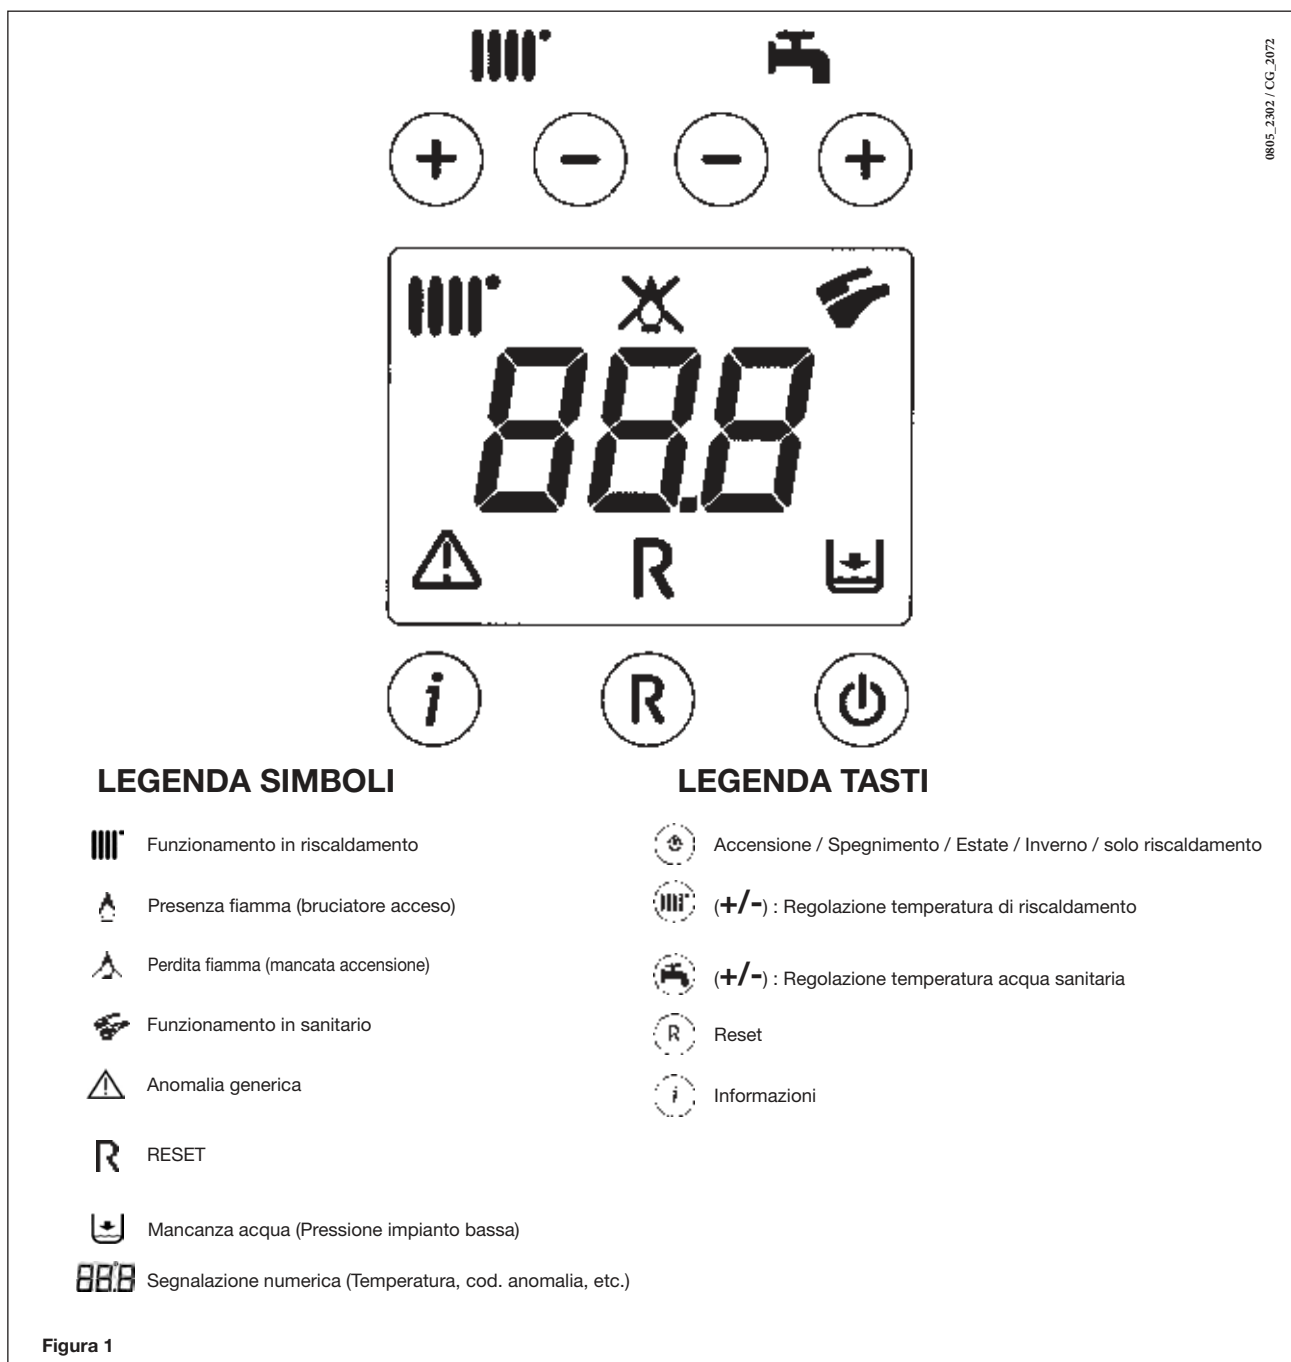

Figura 1
La regolazione della temperatura ambiente (III) e dell'acqua calda in sanitario (II) viene effettuata agendo sui rispettivi tasti +/- (figura 1). L'accensione del bruciatore è visualizzata sul display con il simbolo (II) come descritto al paragrafo 3.
Durante il funzionamento della caldaia in riscaldamento, sul display (figura 1) è visualizzato il simbolo (III) intermittente e la temperatura di mandata riscaldamento (°C).
Durante il funzionamento della caldaia in sanitario, sul display (figura 1) è visualizzato il simbolo (II) intermittente e la temperatura di uscita dell'acqua calda sanitaria (°C).
5. DESCRIZIONE TASTO (II) (Estate - Inverno - Solo riscaldamento - Spento)